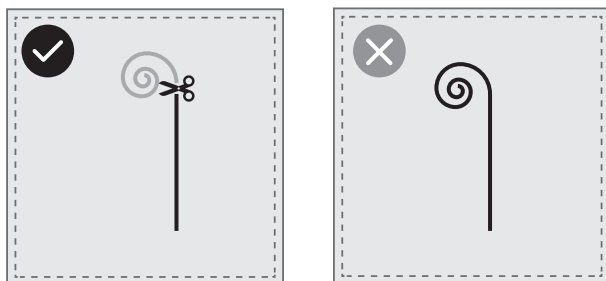

Рис. 19
- 3) При установке магнитной ленты следите за тем, чтобы магнитная лента была прямой. Если магнитная лента слишком длинная, отрежьте излишки (рис. 19).